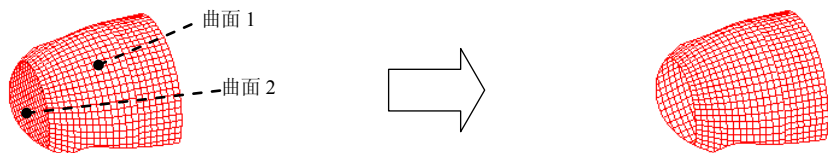

图 6.5.3 “连接”类型
- **连接** 单选项: 即连接类型, 合并两个相邻面组, 其中一个面组的边完全落在另一个面组上。如果一个面组超出另一个, 通过单击图 6.5.1 中的 C 按钮或 D 按钮, 可指定面组的哪一部分包括在合并特征中, 如图 6.5.3 所示。